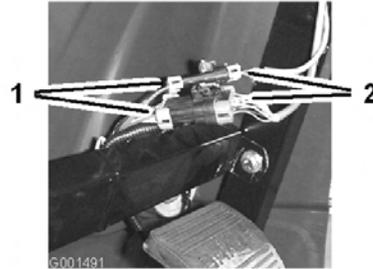

Figura 7
- Ligue os cabos do Spray Pro às ligações correspondentes que se encontram debaixo do painel (Figura 7).